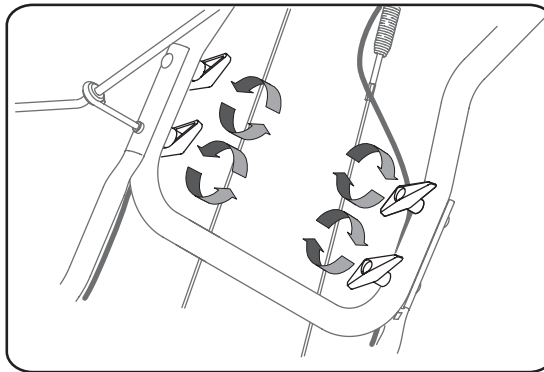

Figure 3-2
- Enlevez les boutons, rondelles et les boulons ordi- naires intérieurs de chaque côté du guidon supérieur. Voir la Figure 3-2.